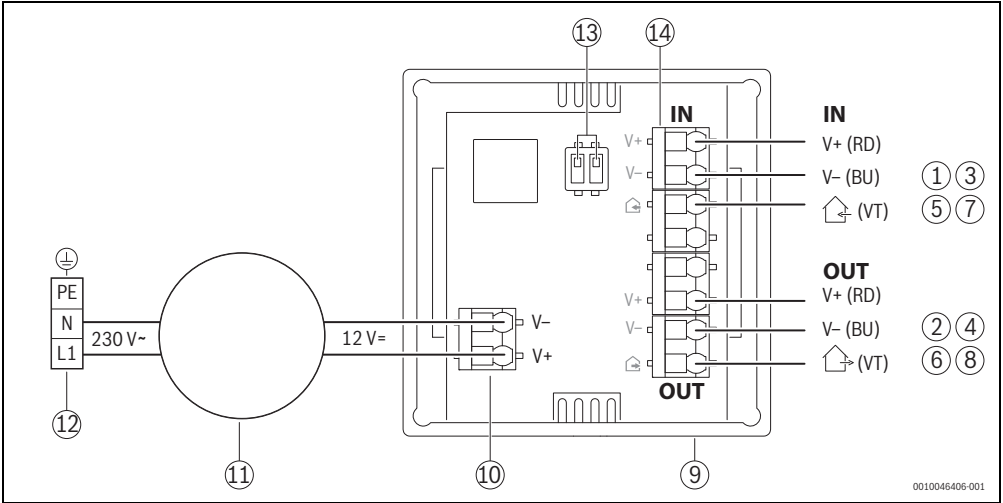
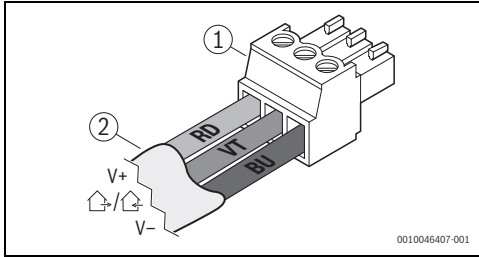

Bild 1
Bild 4
- ▶ LiYY-Kabel mit drei verschiedenen Litzefarben wählen und jeweils die Anschlüsse RD, BU und VT an Bedieneinheit (→ Bild 1) und Stecker (→ Bild 4) mit Litze der gleichen Farbe verbinden.